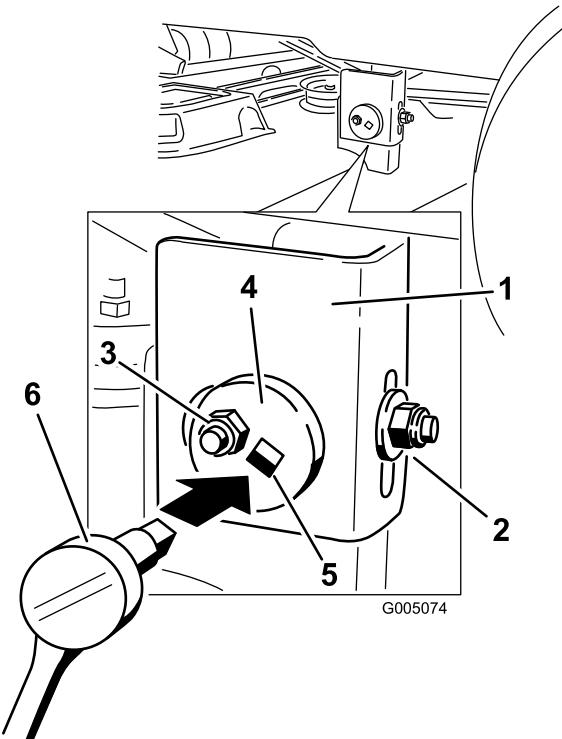

Figura 44
- Mueva al lado izquierdo de la máquina. Afloje, pero no retire, la tuerca de bloqueo trasera de la barra de soporte (Figura 44).
- Afloje la tuerca de bloqueo lateral de la barra de soporte lo suficiente para permitir ajustar la placa excéntrica (Figura 44). Utilice una llave de extensión de 3/8 pulgada de una llave de tubo para manipular la placa excéntrica. Utilice la llave para ajustar la altura de la plataforma del cortacésped a la altura deseada.
- Cuando la plataforma esté en la posición deseada, apriete la tuerca de bloqueo lateral de la barra de soporte para fijar la posición nueva (Figura 44). Apriete la tuerca de bloqueo trasera de la barra de soporte.